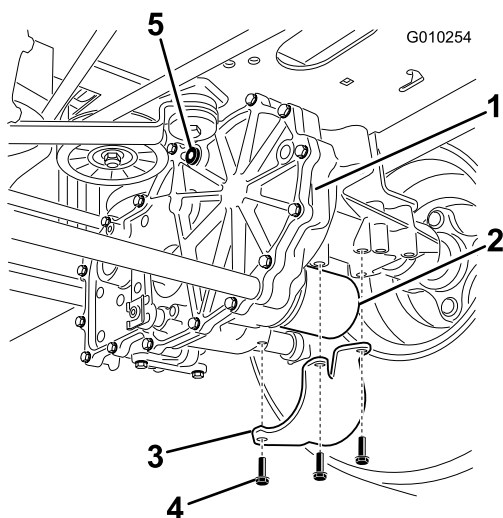

Figura 59
2. Localize o filtro e resguardos em cada sistema de transmissão (Figura 59). Remova os três parafusos que prendem o resguardo do filtro e resguardo.